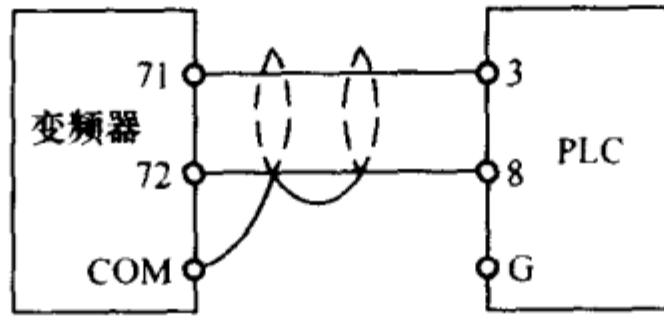
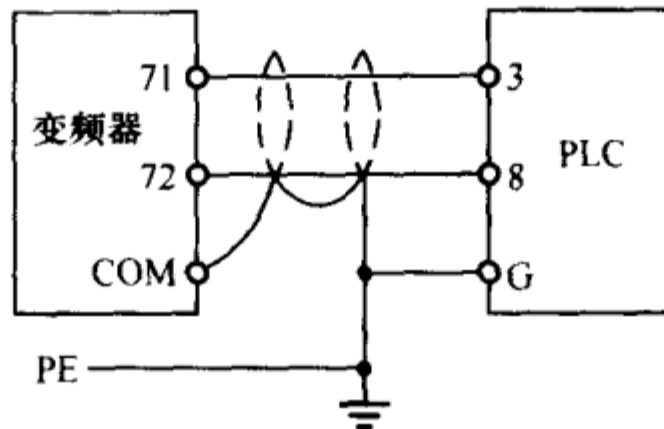

图 50 PLC 与变频器的连接(错误)
图 51 PLC 与变频器的连接(正确)
(1) 强、弱电分开。变频器的外接控制线应与主回路接线尽可能分开(10cm 以上), 否则容易受干扰而误动作。一般做法是把上述两种接线分别穿入铁管进行安装, 且两管之间的距离不应小于 10cm。
(2) 外接控制线应采用金属屏蔽线或绞线(绞合节距离小于 15mm), 且布线不宜过长。
(3) 为了抑制电火花干扰, 在靠近变频器的电磁线圈上宜并联 RC 消火花电路。一般电容 C 的容量取 0.01 ~ 0.1 μ F, 电阻 R 的阻值取几百欧至 1k Ω 。注意, RC 吸收回路的接线不能超过 20m, 否则会引起天线作用。
(4) PLC 与变频器连接时, 屏蔽信号线必须接地。如未接地(见图 50), 较强的电磁干扰会引入通信线路并产生电流, 导致通信错误, 甚至损坏 PLC 通信接口。正确的接线如图 51 所示。图中, 3、8 为 PLC 通信接口, 71、72 为变频器输出接口, COM 为输